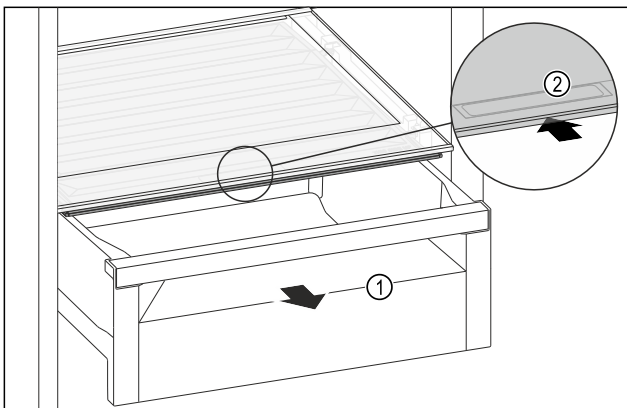

Fig. 109
- ▶ Изтеглете чекмеджето Fig. 109 (1).
- ▶ Хванете вдлъбнатия захват Fig. 109 (2) на капака на отделението и едновременно с това избутайте назад капака на отделението.